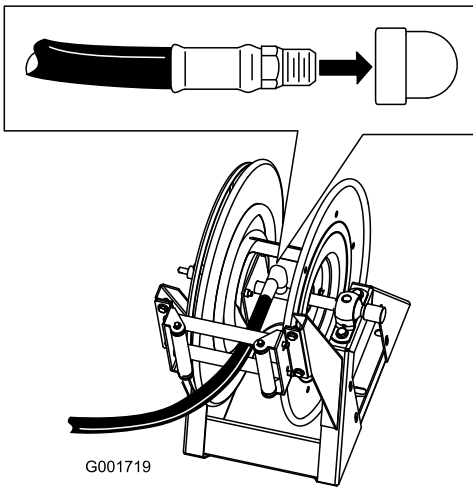

Figura 23
1. Aplique fita de Teflon® em torno das roscas da união na tubagem longa, e instale união no tubo de ligação do cilindro (Figura 23).